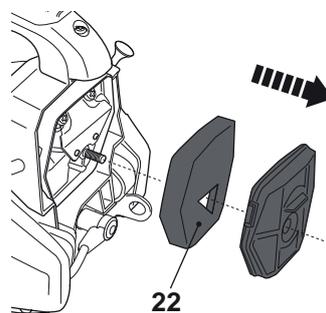

Fig. 59
- > Ôtez le filtre [22] avec son panneau de fixation (Fig. 59).